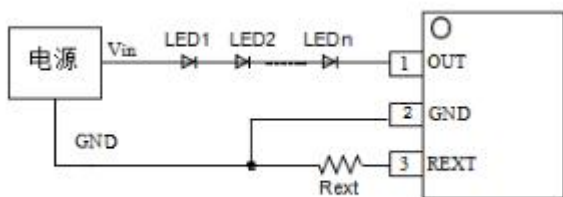

图 1. WS9620A 应用电路原理图
如图 1 所示的应用电路，工作效率按式（1）设计：
- 1) 如图 1 电路中，OUT 端口电压按式（2）设计：